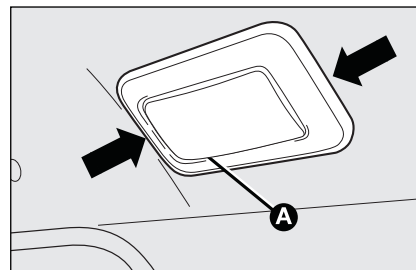

fig. 41
- ☐ trek het plafondlampje **A-fig. 41** los bij de door de pijl aangegeven punten;